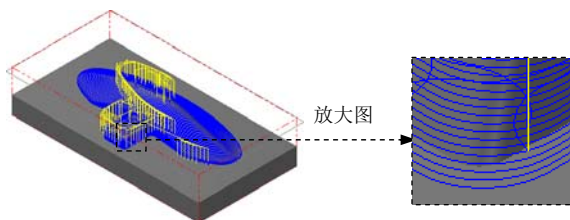

图 9.16 刀具路径
(1) 设置曲面参数。在“曲面粗加工等高外形”对话框中单击 **曲面参数** 选项卡，在 **预留量** 文本框中输入值 0.5，**曲面参数** 选项卡中的其他参数采用系统默认设置。
(2) 设置等高外形粗加工参数。
① 在“曲面粗加工等高外形”对话框中单击 **等高外形粗加工参数** 选项卡，在 **Z 轴最大进给量** 文本框中输入值 0.5，在 **两区段间的路径过渡方式** 区域选中 **高速回圈** 单选项以及“曲面残料粗加工”对话框中左下方的 **切削顺序最佳化** 复选框。
② 在 **斜插长度** 文本框中输入值 5.0，选中 **进/退刀/切弧/切线** 与 **平面区域(F)** 复选框，然后单击 **平面区域(F)**，系统弹出“平面区域加工设置”对话框，在 **加工平面区域的步** 文本框中输入值 2.0，单击“平面区域加工设置”对话框中的 按钮。
(3) 单击“曲面粗加工等高外形”对话框中的 按钮，同时在图形区生成图 9.16 所示的刀具路径。